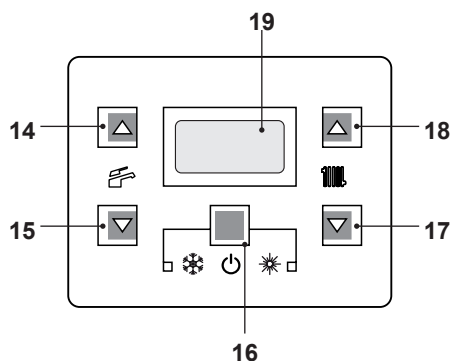
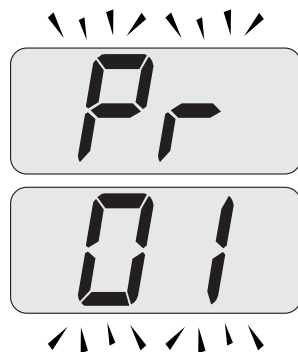

Figura 5.25
Figura 5.26
- Entrare in "modalità programmazione" premendo contemporaneamente per 10 secondi i tasti 16 - 17 - 18 (Figura 5.25) fino a far apparire sul display LCD le lettere **Pr** che si alternano con il codice **01**, indicanti l'entrata nel "parametro 01" (Figura 5.26).
- Premere contemporaneamente i tasti 16 e 17 (Figura 5.25) fino a far apparire sul display LCD il valore del parametro 01 (Figura 5.27).
- Premendo il tasto 16 (Figura 5.25) si ottiene la conferma del valore inserito.
- Premendo contemporaneamente i tasti 16 e 17 (Figura 5.25) si esce senza modificare il valore (ritorno alla lista parametri Figura 5.26).
- Premendo contemporaneamente per 10 secondi i tasti 16 - 17 - 18 (Figura 5.25) si esce dalla "modalità programmazione".
- Scorrere i vari parametri utilizzando i tasti 17 o 18 (Figura 5.25) fino a far apparire sul display LCD le lettere **Pr** che si alternano con il codice **08**, indicanti l'entrata nel "parametro 08" (Figura 5.28).
- Premere contemporaneamente i tasti 16 e 18 (Figura 5.25) fino a far apparire sul display LCD il valore del parametro **08 (00=**
- Premendo i tasti 16 e 17 (Figura 5.25) si esce senza modificare il valore.
- Premere i tasti 17 o 18 per scorrere i vari parametri fino a far apparire sul display LCD le lettere **Pr** che si alternano con il codice **01**, premere contemporaneamente i tasti 16 e 18 (Figura 5.25) fino a far apparire sul display LCD il valore del parametro **01** (Figura 5.30).